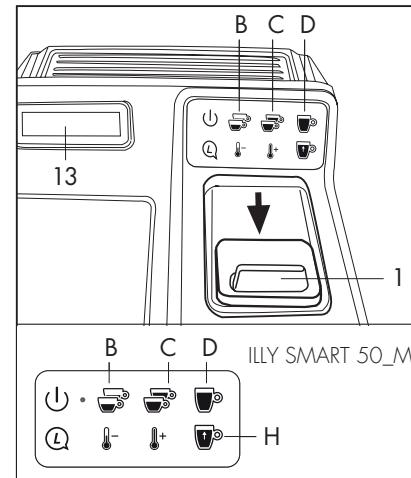

Abb. 14
- Schließen Sie die Klappe (1).
- Eine der Tasten (B) (C) (D) (H nur bei dem Modell Codenumber I0003287), um die gewünschte Funktion zu starten und die Taste gedrückt halten bis die gewünschte Menge erreicht worden ist. (**Abb. 14**)
- Auf der LCD-Anzeige (13) wird der Text "im Lernmodus" angezeigt.